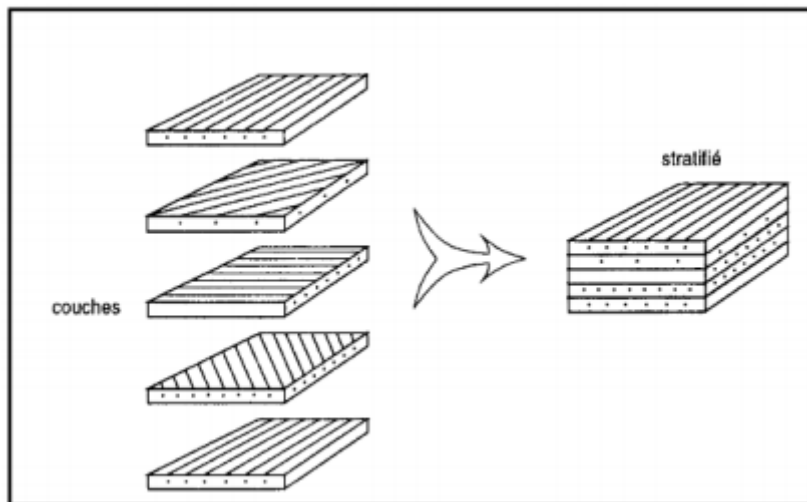

Figure 7: Structure stratifiée.
**5.6.2. Stratifiées:** Les stratifiées sont constitués de couches successives (appelées parfois plis) de renforts (fils, stratifils, mat, tissus, etc.) imprégnés de résines (figure 7).